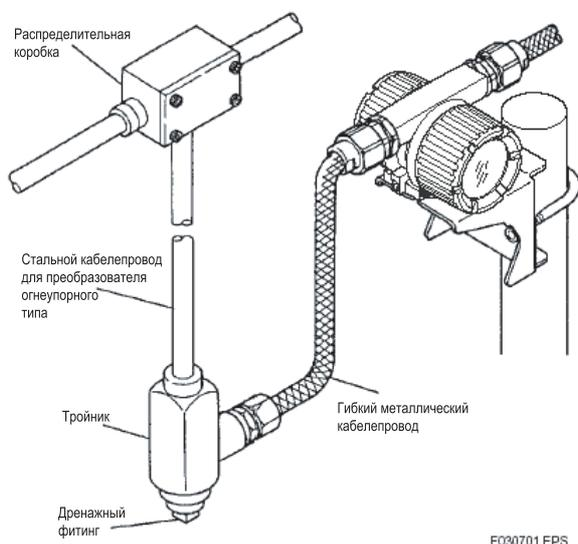

Рис. 3.9
- (1) Прокладывайте электропроводку по возможности дальше от источников электрического шума, таких как большие трансформаторы, двигатели и блоки питания.
- (2) Для больших концов проводников рекомендуется использовать безопасные наконечники обжимного типа.
- (3) В общих случаях рекомендуется использовать кабелепроводы и кабельные каналы или кабельные стойки для защиты проводящих соединений от воды и механических повреждений. Рекомендуется использовать жесткий стальной или гибкий металлический кабелепровод (см. рис.3.9).